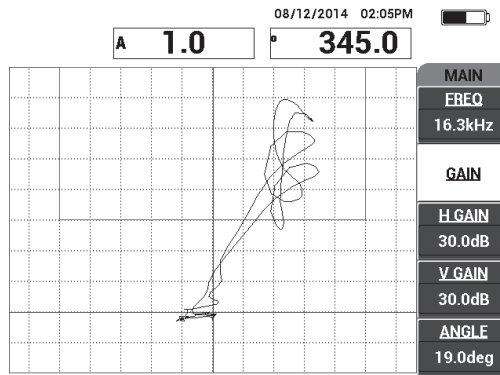

Figura 6-68 La seconda scansione sui difetti
4. Posizionare l'estremità della sonda su una zona priva di difetti, premere nuovamente il tasto CAL NULL ^{CAL} (⊕) ed in seguito scansionare lentamente al di sopra dei difetti. Assicurarsi che il rilevamento è soddisfacente necessario, regolare i parametri **GUAD.**, **GUAD.O** o **GUAD.V.** (vedere Figura 6-68 a pagina 189).